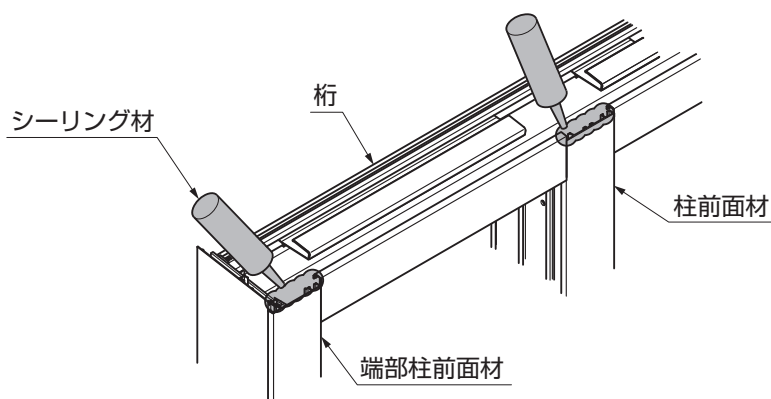

図16-1
(図16-1参照)
- 図16-1の位置に確実にシーリングを行わないと雨漏りの原因になります。